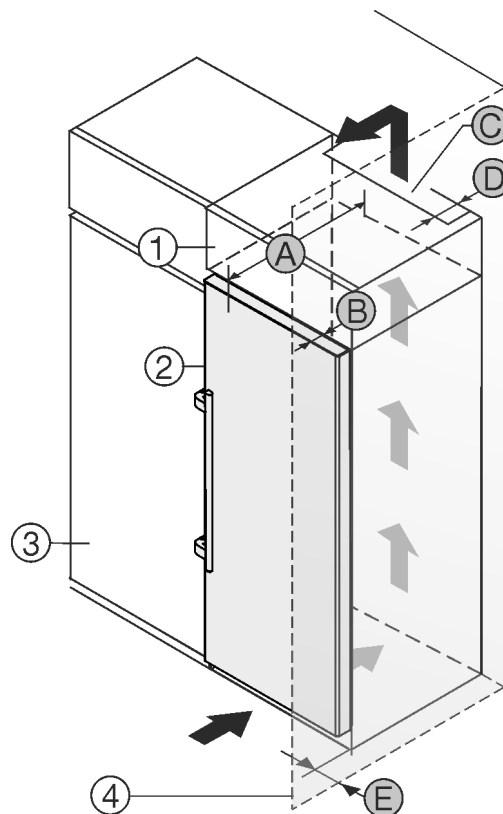

Fig. 8
Skabet kan indbygges i køkkenskabe. For at tilpasse skabet *Fig. 8 (2)* til køkkenelementerne kan der anbringes et overskab *Fig. 8 (1)* over skabet.
Skabet kan opstilles direkte ved siden af køkkenskabet *Fig. 8 (3)*. For at døren kan åbnes helt, skal skabet rage frem med dybden *Fig. 8 (B)* i forhold til køkkenskabets forside. Skabet kan rage mere ud afhængigt af køkkenskabenes dybde og anvendelsen af vægafstandsstykker.
- På bagsiden af overskabet skal der være en ventilationskanal med dybden *Fig. 8 (D)* i hele overskabets bredde.
- Ventilationstværsnittet *Fig. 8 (C)* under lokalets loft skal overholdes.
Hvis skabet opstilles med hængslerne ved siden af en væg *Fig. 8 (4)*, skal afstanden *Fig. 8 (E)* mellem skabet og væggen overholdes. Dette svarer til det, grebet rager frem, når døren er åben.